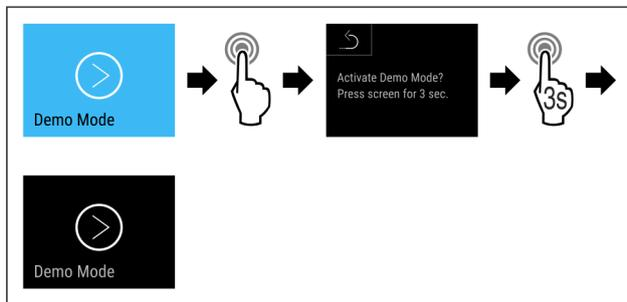

Fig. 161
- u Handlungsschritte (siehe Fig. 161) durchführen.